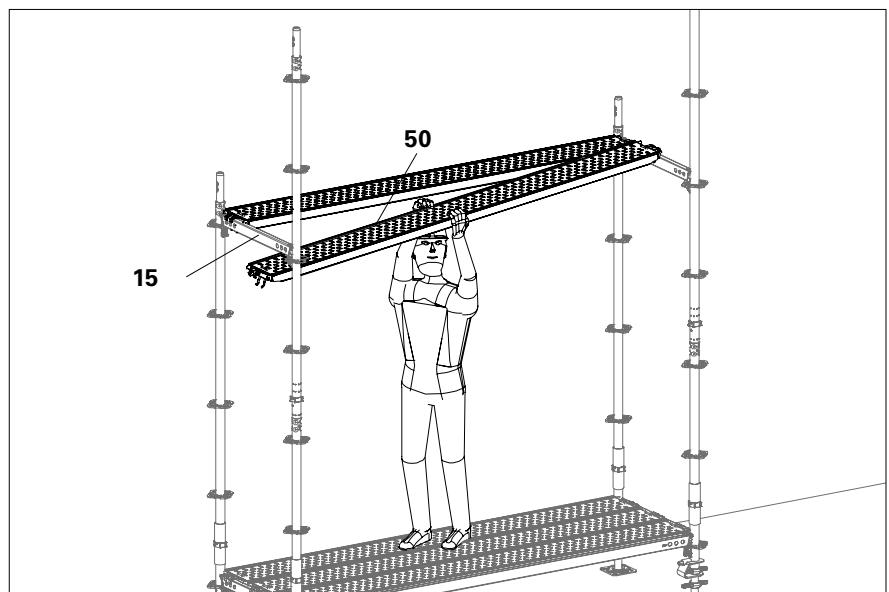

Abb. A7.01
1. Belag (50) mittig aufnehmen und über beide Horizontalriegel (15) anheben. (Abb. A7.01)